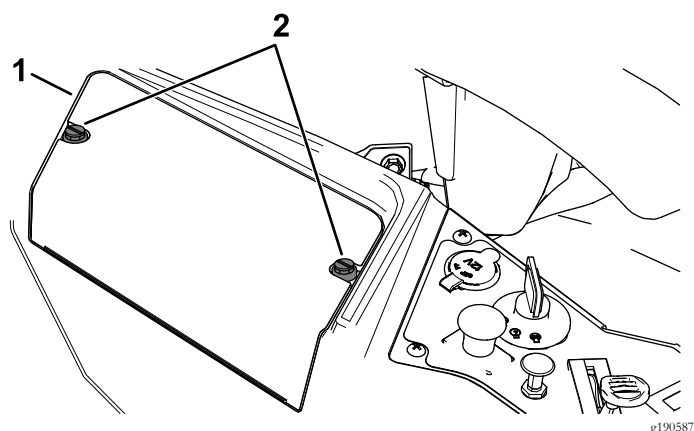

Figura 52
3. Desaperte as duas fixações na cobertura da bateria no sentido contrário ao dos ponteiros do relógio 1/4 de volta e retire a cobertura (Figura 52).
6. Instale a cobertura da bateria empurrando e apertando as duas fixações no sentido dos ponteiros do relógio (Figura 52).